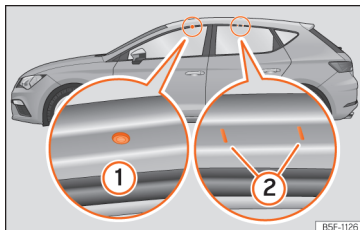

Fig. 161 Leon: Punti di fissaggio delle barre longitudinali per il portapacchi sul tetto.
I punti di fissaggio anteriori e posteriori ① e ② sono visibili soltanto se le porte sono aperte » **fig. 161.**